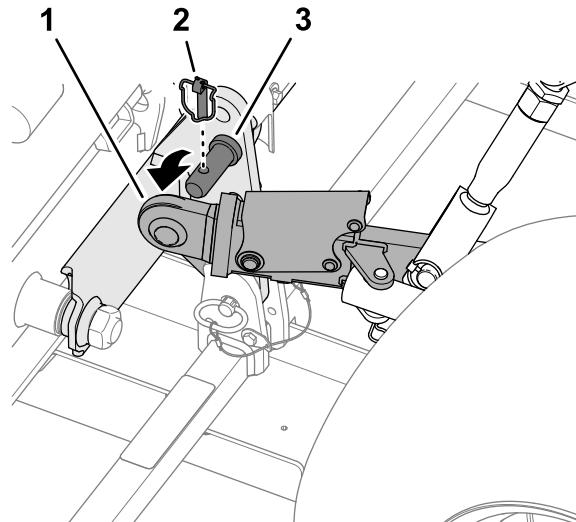

Figure 47
1. Retirez les 2 goupilles à anneau et sortez les bras d'attelage inférieurs des goupilles d'attelage de la machine (Figure 47).